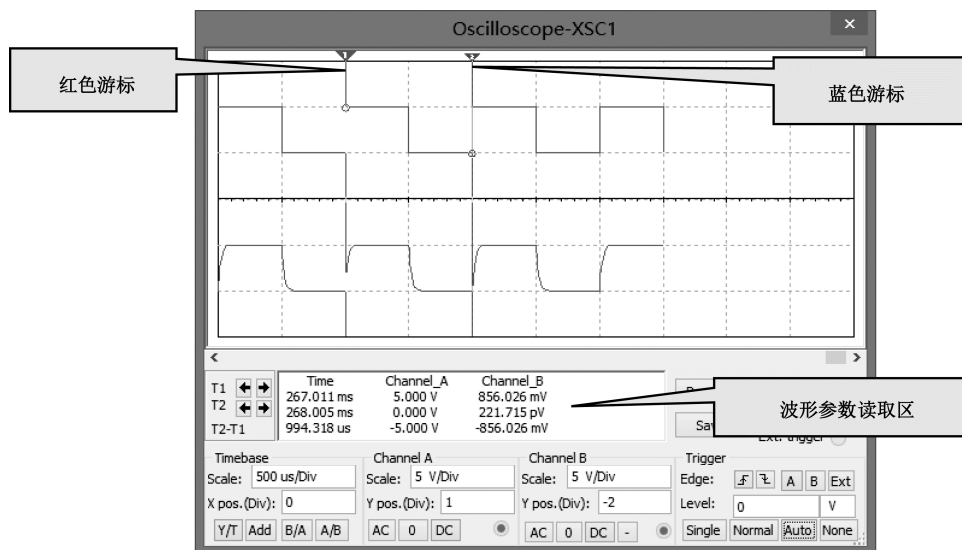

图 4.3.9 测量周期
(5) 测量信号周期。如图 4.3.9 所示, 在显示屏幕两侧有两根游标, 一根红色 (上面标注 1), 一根蓝色 (上面标注 2), 移动红色游标至方波的起始端, 在时间轴上对应 T_1 所在位置。移动蓝色游标至方波一个完整周期的末端, 在时间轴上对应 T_2 所在位置。此时, 在下面的波形参数读取区会显示 $T_1=267.011\text{ms}$, $T_2=268.005\text{ms}$, T_2-T_1 (即周期) $=994.318\mu\text{s}$ 。